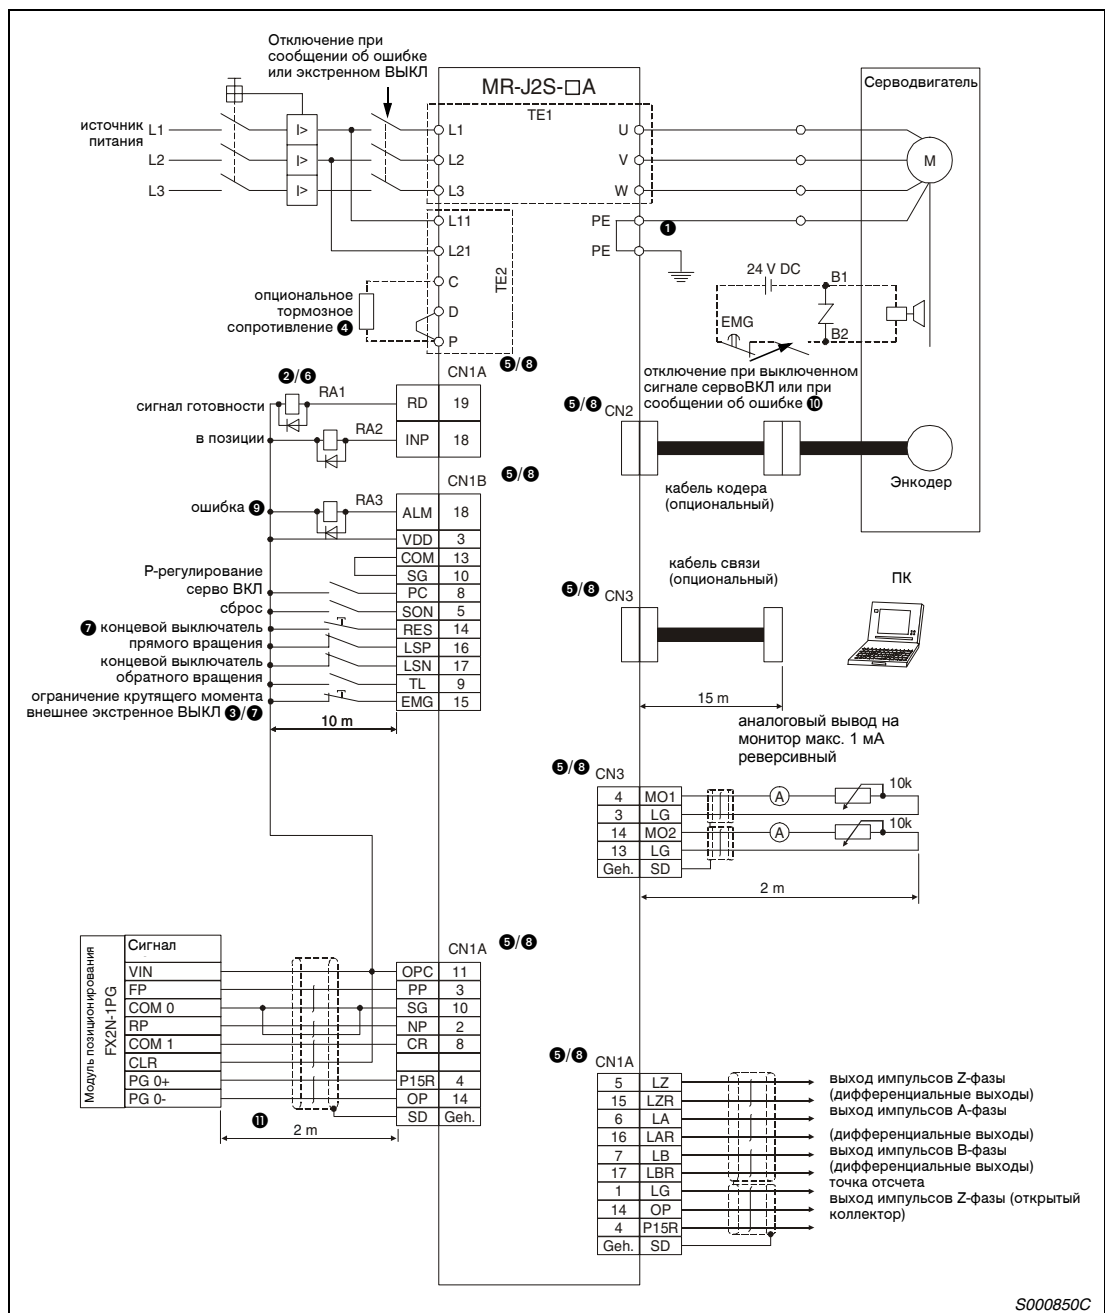
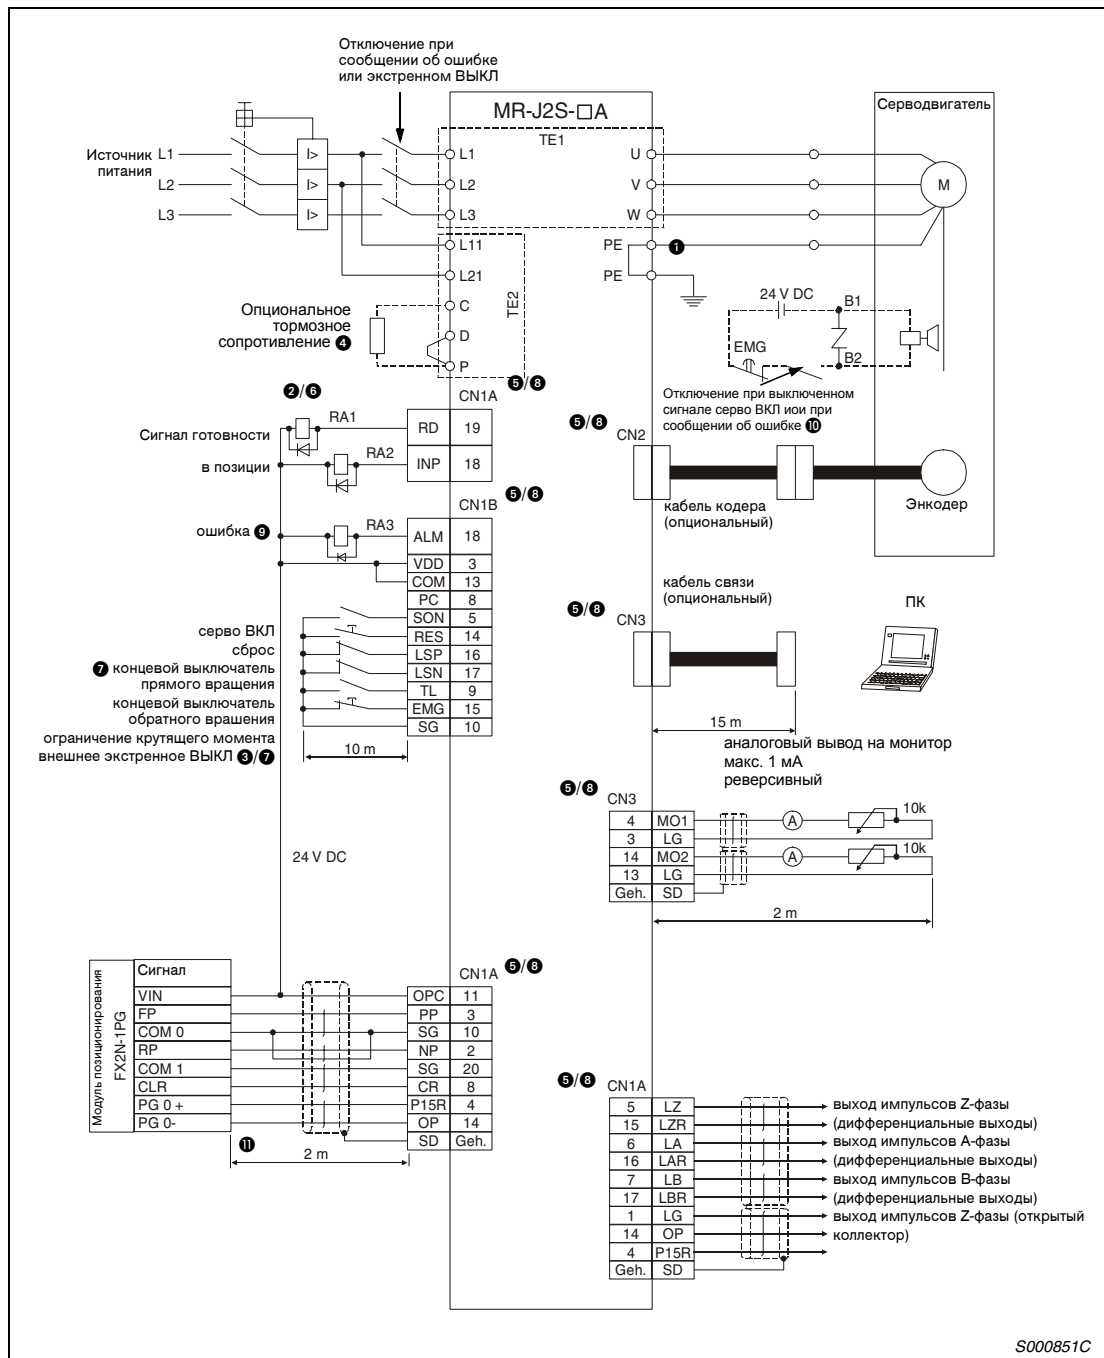

Рис.3-33: Примерная схема для регулировки положения с положительной логикой входа/отрицательной логикой выхода
Рис.3-34: Примерная схема для регулирования положения с отрицательной логикой
- 1 Соблюдайте правильность заземления серводвигателя и сервоусилителя. Во избежание электрического удара Вам необходимо соединить клемму защитного соединения (PE) сервоусилителя, обозначенную  $\perp$ , с клеммой заземления распределительного ящика.
**Указания к рис. 3-33 и рис. 3-34**